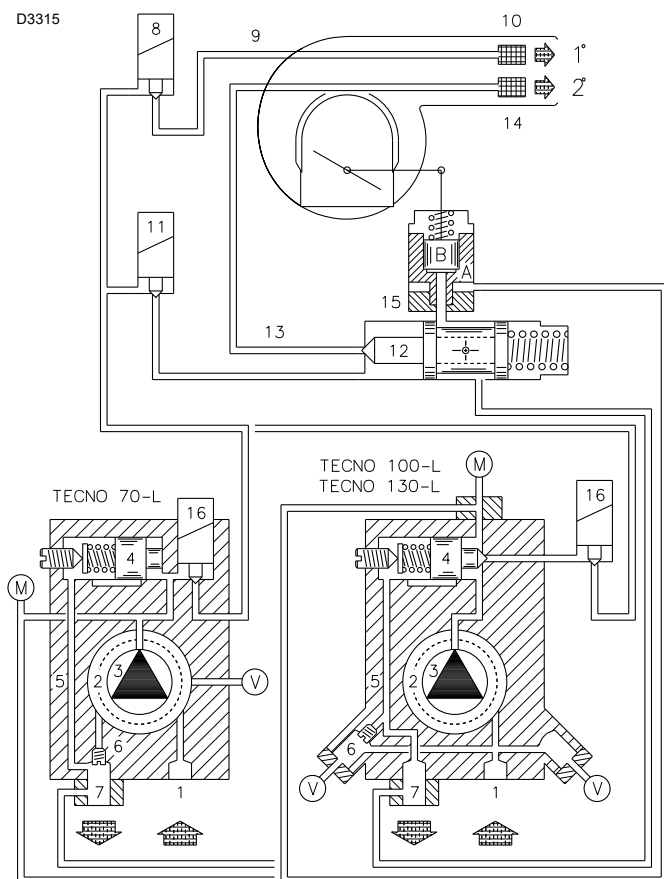

Fig. 27
7.2.1 Puesta en marcha del quemador (Fig. 26) - (Fig. 27)